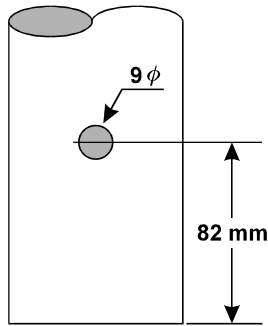

Figura 9
1. Perfore un agujero de 9 mm de diámetro que atraviese ambas paredes del mástil, centrándolo a 82 mm de la base (ver figura 9). Cerciórese de mantener el taladro perpendicular y centrado al hacer los agujeros, con el objeto de que los perforados en el mástil queden debidamente alineados con los de la abrazadera de sujeción de la base.